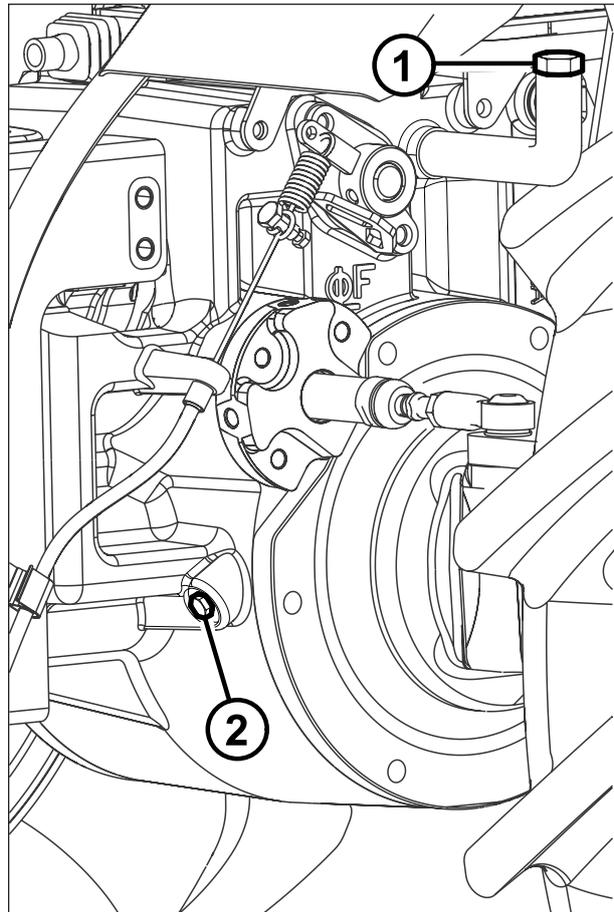

Fig. 90
Nivel aceite puente delantero (Fig. 90 - 91)
- coloque un recipiente bajo el tapón (2) Fig 90;
- quite el tapón (2) Fig. 90 y el tapón (1) Fig. 90;
- a través del agujero de carga (1) Fig. 90 agregue aceite hasta que el mismo asome en el orificio del nivel (2) Fig. 90;
- vuelva a montar el tapón (1) Fig. 90 y el tapón (2) Fig.90.